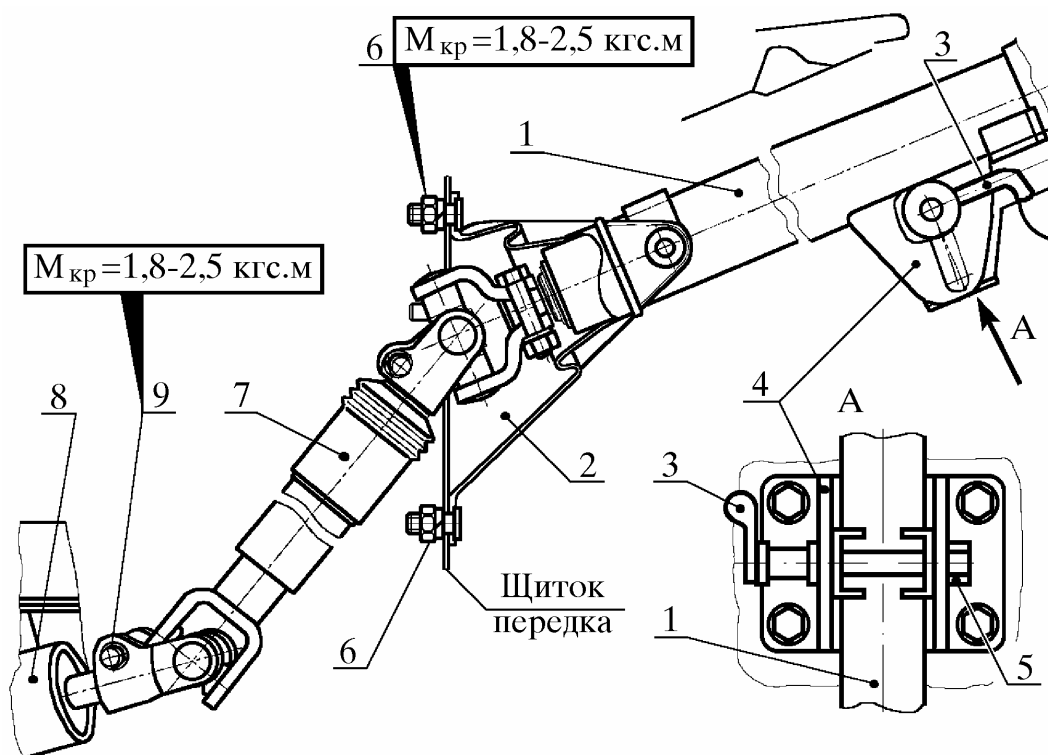

Рис. 16. Установка колонки рулевого управления с карданным валом в сборе на автомобиль:
5.5. Установить колонку 1 (рис. 16) рулевого управления с карданным валом 7 в сборе на автомобиль в последовательности, обратной снятию, по пп. 4.5, 4.6, 4.13, при этом руководствоваться следующими техническими требованиями: